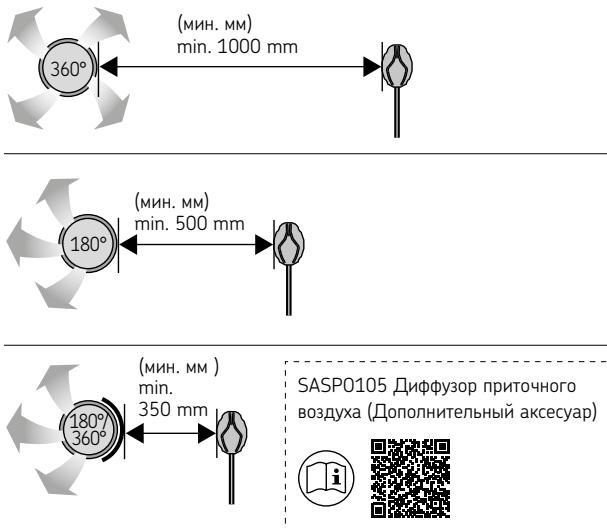

Рисунок 9. Минимальное расстояние от температурного датчика до вентиляционной отдушины.
- **Механическая вентиляция:** Воздушное вентиляционное отверстие располагается в верхней части сауны, чтобы не мешать работе датчика температуры. (Рисунок 9. Минимальное расстояние от температурного датчика до вентиляционной отдушины.)